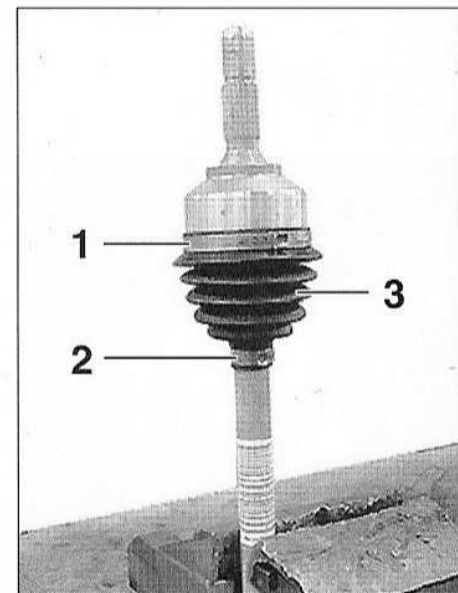

FIG.12
- les colliers de serrage (1) et (2) (Fig.12),
- le soufflet de transmission (3).